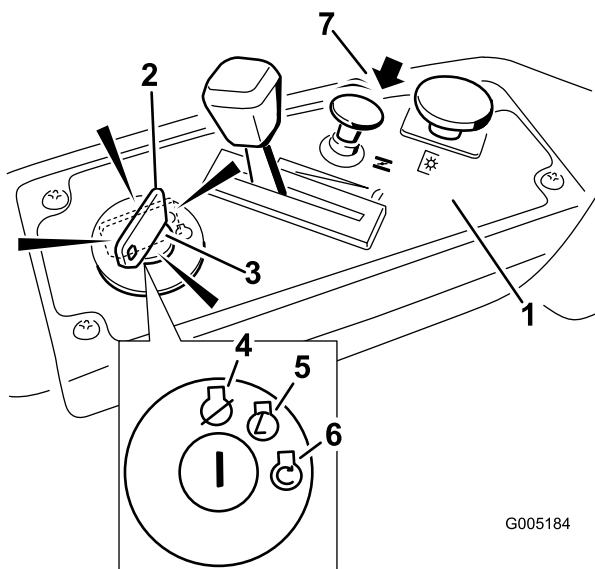

Figure 12
4. Tournez la clé de contact en position de Démarrage pour activer le démarreur. Relâchez la clé quand le moteur démarre (Figure 12).
5. Lorsque le moteur démarre, appuyez sur la commande de starter (Figure 12). Si le moteur cale ou hésite, tirez la commande de starter et faites tourner le moteur quelques secondes. Ensuite enfoncez la commande du starter. Répétez l'opération si nécessaire.
2. Placez la manette d'accélérateur entre la position haut régime et la position à mi course (Figure 12).